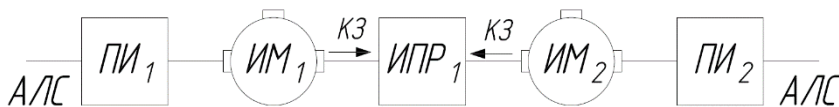

Рисунок 7 – Схема структурная включения ИМ-Ех-П для имитации обрыва и КЗ между автоматическими и ручными извещателями
8.4 Размещение ИМ-Ех-П в четырехпроводной АЛС для имитации обрыва и КЗ между автоматическими и ручными (со встроенными изоляторами КЗ) извещателями (рисунок 7).